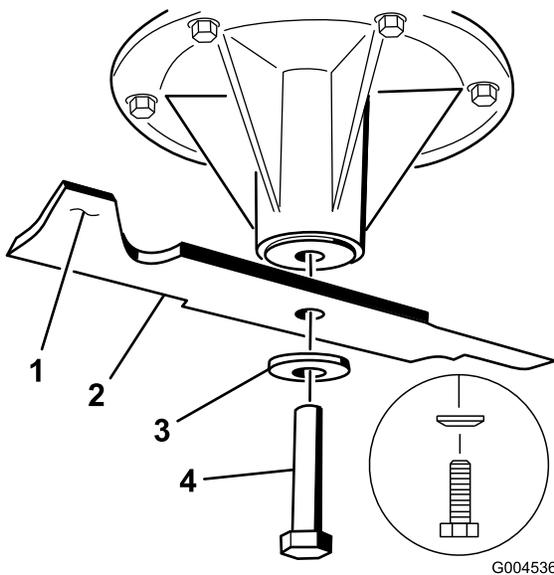

Figure 58
- Pour les tabliers de coupe de 122 cm (48 pouces), enlevez le boulon de lame, la rondelle bombée et la lame de l'axe de pivot (Figure 58).
Remarque: Si la lame est déséquilibrée, limez un peu l'extrémité de la partie relevée seulement (Figure 58).
- Placez la lame sur l'axe (Figure 58).
Important: Pour obtenir une coupe correcte, la partie relevée de la lame doit être tournée vers le haut et dirigée vers l'intérieur du tablier de coupe (Figure 58).
- Sur les tabliers de coupe de 122 cm (48 po), montez la lame, la rondelle bombée et le boulon de lame (Figure 58).